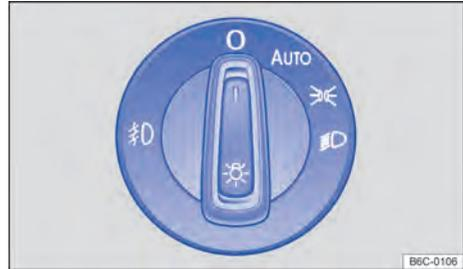

Fig. 71 Al lado del volante: interruptor de luces (una variante).
- **Encender el faro antiniebla** ⇒: Tire del conmutador de las luces hacia afuera y gire a la izquierda → fig. 71. La luz de control ⇒ se enciende en el conmutador en color verde.